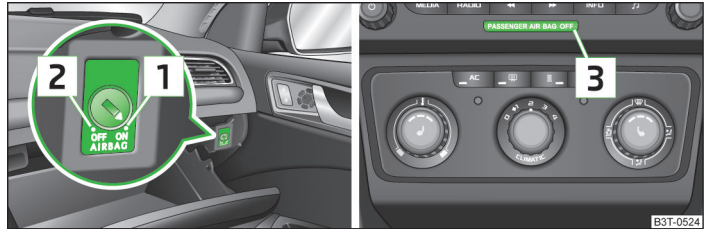

Abb. 159 Schlüsselschalter für Beifahrer-Frontairbag / Kontrollleuchte für Beifahrer-Frontairbagab-/einschaltung
- › Die Kontrollleuchte **OFF**    » Abb. 159 auf Seite 188 leuchtet nach dem Einschalten der Zündung auf.
- › Mit dem Schlüssel den Schlitz des Schlüsselschalters in die Position   » Abb. 159 **OFF** drehen.
- › Mit dem Schlüssel den Schlitz des Schlüsselschalters in die Position   » Abb. 159 **ON** drehen.